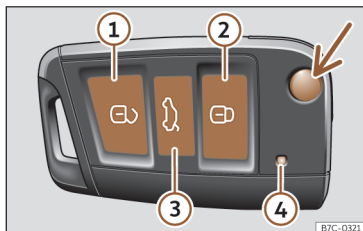

Fig. 42 Chave do veículo.
Para dobrar e desdobrar o palhetão da chave pressione o botão >>> **Fig. 42** (seta).
Quando se pressiona brevemente um botão na chave do veículo, a luz de controlo pisca ④ >>> **Fig. 42** (seta) uma vez brevemente, mas se se pressionar durante um tempo prolongado, piscará várias vezes, por exemplo, na abertura de conforto.